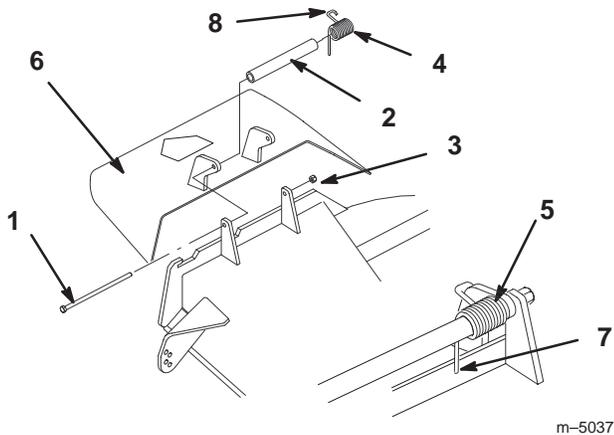

Figure 74
- Retirez le contre-écrou, le boulon, le ressort et l'entretoise qui fixent le déflecteur aux supports de pivot (Fig. 74). Enlevez le déflecteur s'il est endommagé ou usé.
Note: prenez soin de placer l'extrémité droite du ressort derrière le bord du plateau avant de mettre le boulon en place, comme indiqué à la Figure 74.
3. Remettez le boulon et l'écrou. Accrochez l'extrémité crochue du ressort au déflecteur d'herbe (Fig. 74).